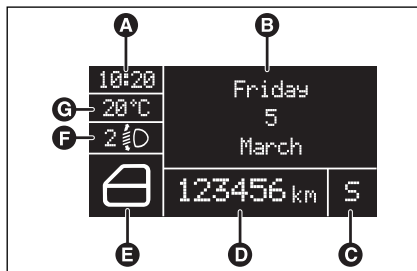

рис. 22
СТАНДАРТНЫЙ ДИСПЛЕЙ **рис. 22**
- В моделях с двигателем 1,4 T-JET при выборе пункта меню "Информация о двигателе" ("Engine info"), при повороте ключа зажигания в положение MAR, на дисплее отобразится давление масла в двигателе **рис. 22а**.
рис. 22 а